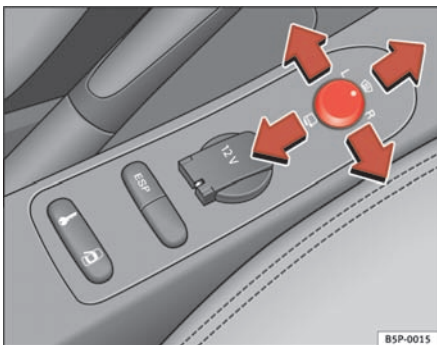

Fig. 89 Betjening af sidespejle
1. Drej knappen ⇒ fig. 89 til position **L (venstre sidespejl)**.
- Drej knappen frem til den midterste position ⇒ fig. 89 ①, så de elopvarmede sidespejle og den elopvarmede forrude* i viskernes hvilepositionsområde bliver aktiveret ⇒ side 118.
- Drej knappen ⇒ fig. 89 til position ☞ for at klappe sidespejlene ind. Klap altid sidespejlene ind, når du kører bilen ind i et automatisk vaskeanlæg, så du undgår beskadigelse.